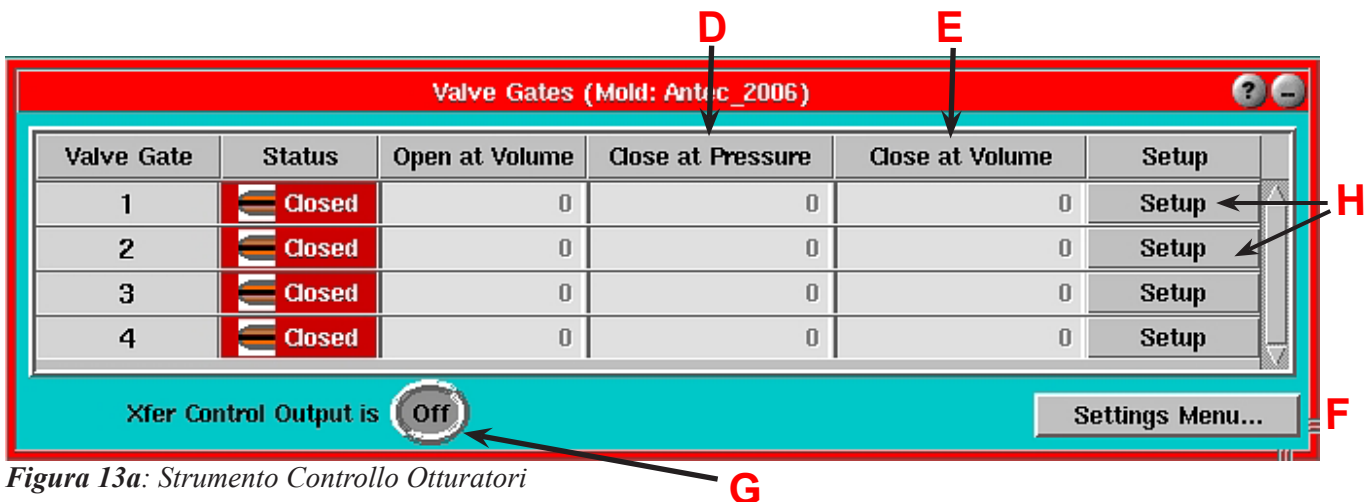

Figura 13a: Strumento Controllo Otturatori
- I. **Controllo Apertura Otturatore:** Per far apparire questa schermata, selezionare Controllo Apertura Valvola da Impostazioni - vedere "H" in figura 13a a pagina 12. E' possibile scegliere quando la valvola selezionata si deve aprire. Notare che si può selezionare più di una opzione o nessuna se si vuole tenere chiusa una cavità durante l'impostazione del processo.